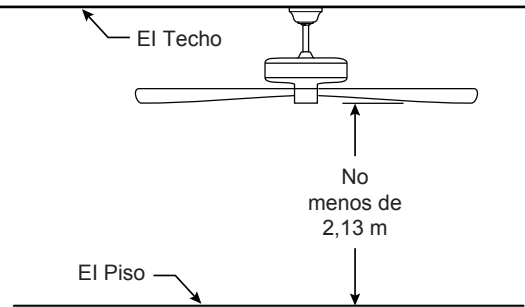

Figura 2
Uso de perfil profundo (Figura 2)
2. Retire el clip de horquilla y pasador de horquilla de la parte inferior de la bola para colgar. Retener el pasador y clip para la reinstalación en el paso 4. (Figura 2)
Debe colgar el ventilador a una distancia mínima de 2,13 m desde las aspas hasta el piso. (Figura 2)
Para evitar una posible descarga eléctrica, asegúrese de cortar la alimentación eléctrica de la caja de fusibles principal antes de alambrao el ventilador. (Figura 2)
2. Coloque y ajuste firmemente la cubierta para el tornillo de la base sobre los tornillos de reborde de la abrazadera para colgar mediante el mecanismo de seguro por giro del chavetero. (Figura 2)
2. Fije los soportes de aspas al volante mediante los tornillos de cabeza plana de 1/4"-20 el puesto en la necesidad de soporte de la aspa para alinear el agujero entre el 1/4"-20 a través de los orificios ubicados al costado del volante. (Figura 2)
- 2. Extraiga los tres tornillos de la ensamble de la placa de iluminación. Instale la ensamble de kit de iluminación en al ensamble de la placa de iluminación utilizando los tornillos retirados previamente. (Figura 2)
- 2.** Restaure la fuente de alimentación de la toma de corriente enciendo la electricidad del fusible principal. (Figura 2)